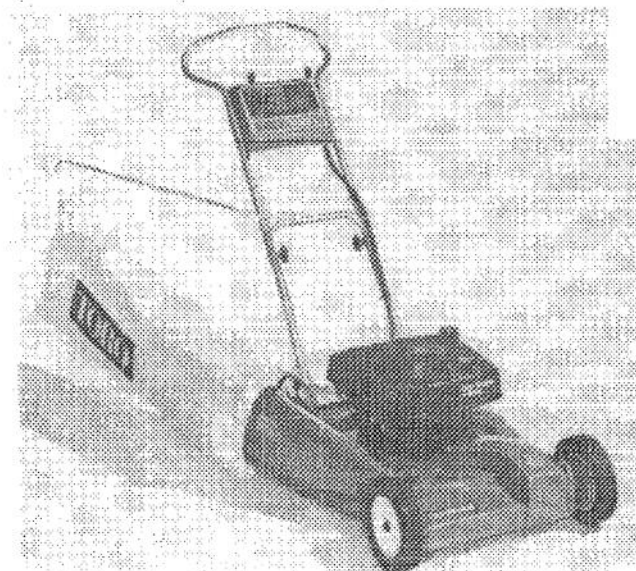

Figure 11
2. Insérez le bout en L de la tringle du sac dans le trou dans la section inférieure du guidon (Fig. 11).
3. Accrochez la ganse du sac au bout de la tringle du sac (Fig. 11). Vérifiez le fond du sac, et s'il traîne sur le sol, pliez légèrement la tringle du sac de façon à créer un espace libre entre le sac et le sol.